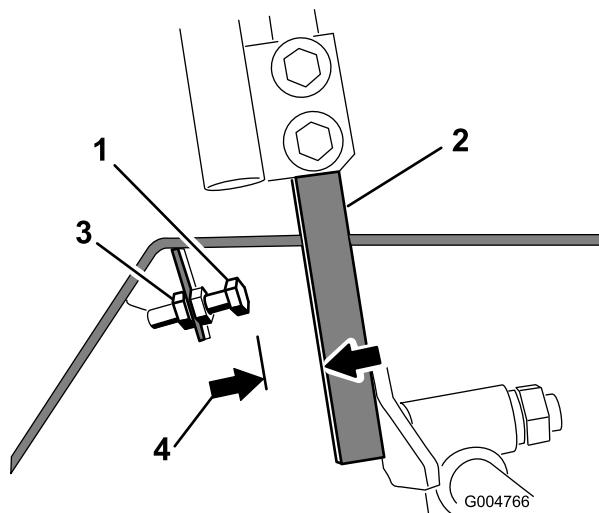

Bild 67
4. Lösen Sie für einen der Fahrantreibshebel die Klemmmutter an der Anschlagschraube (Bild 67).